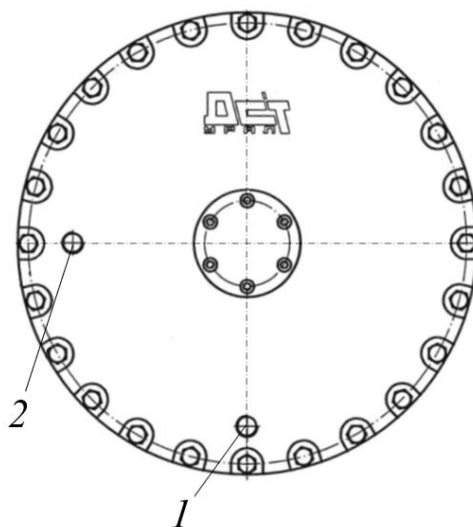

Рисунок 5.71. Процедура замены масла в бортовом редукторе (шаг 1)
- ▶ Двигая машину назад и вперед, установить редуктор в позицию, когда одно из отверстий (1 или 2) находится вертикально снизу (на 6 часов), рис. 5.71.
- ▶ Выкрутить пробку 1, рис. 5.71, нижнего отверстия.